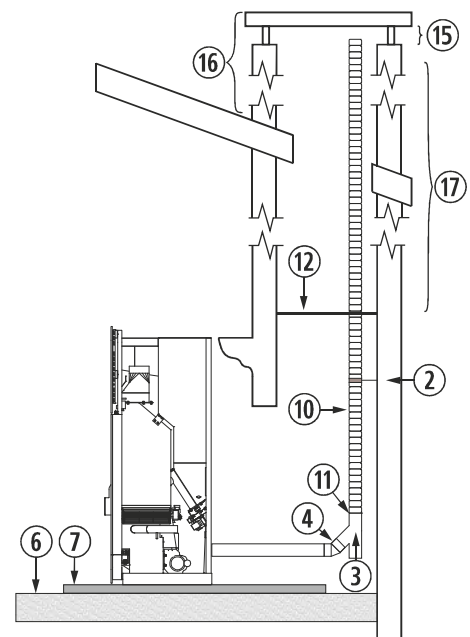

Figura 15
4.28. A instalação de um encastrável numa chaminé de obra pode ser feita em toda a sua totalidade em tubo flexível, tal como indicado na *figura 15*. Devemos ter especial cuidado na hora de realizar o isolamento entre a chaminé e o tubo da saída de gases para evitar possíveis retrocessos de gases em caso de tempestade.
②	Abraçadeira de união de aço inox.
③	Tê de 135° com registro.
⑥	Chão de madeira.
⑦	Protector de chão incombustível.
⑩	Tubo de aço inox flexível.
⑪	União adaptadora de flexível a rígido.
⑫	Isolante anti-retrocesso.
⑮	Mínimo 200mm.
⑯	Deve ultrapassar o teto em 1 metro.
⑰	Superior a 4m, aumentaremos uma medida.